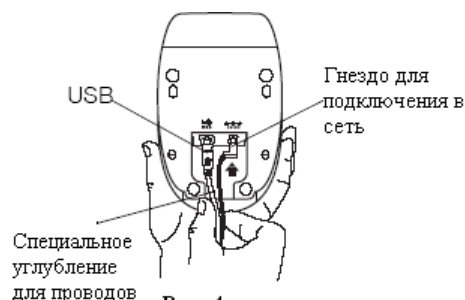

Рис. 4
2. Подключите блок питания к принтеру (см. рис. 4)